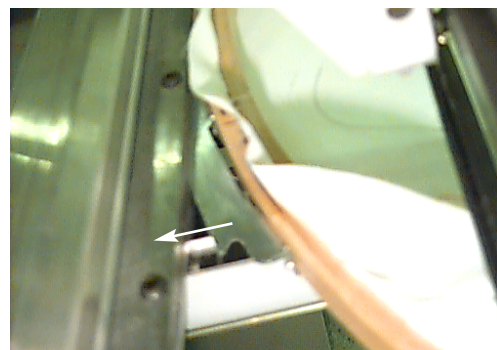

Figura 2-12
1. Levanten la mesa de bordado alzando la parte delantera de la mesa y tirandola hacia Vds. Pongan la superficie de la mesa sobre los soportes superiores de la mesa (Figura 2-12) y empujen la superficie de la mesa hacia la parte trasera de la máquina. El tablero de la mesa entrará en su sitio.